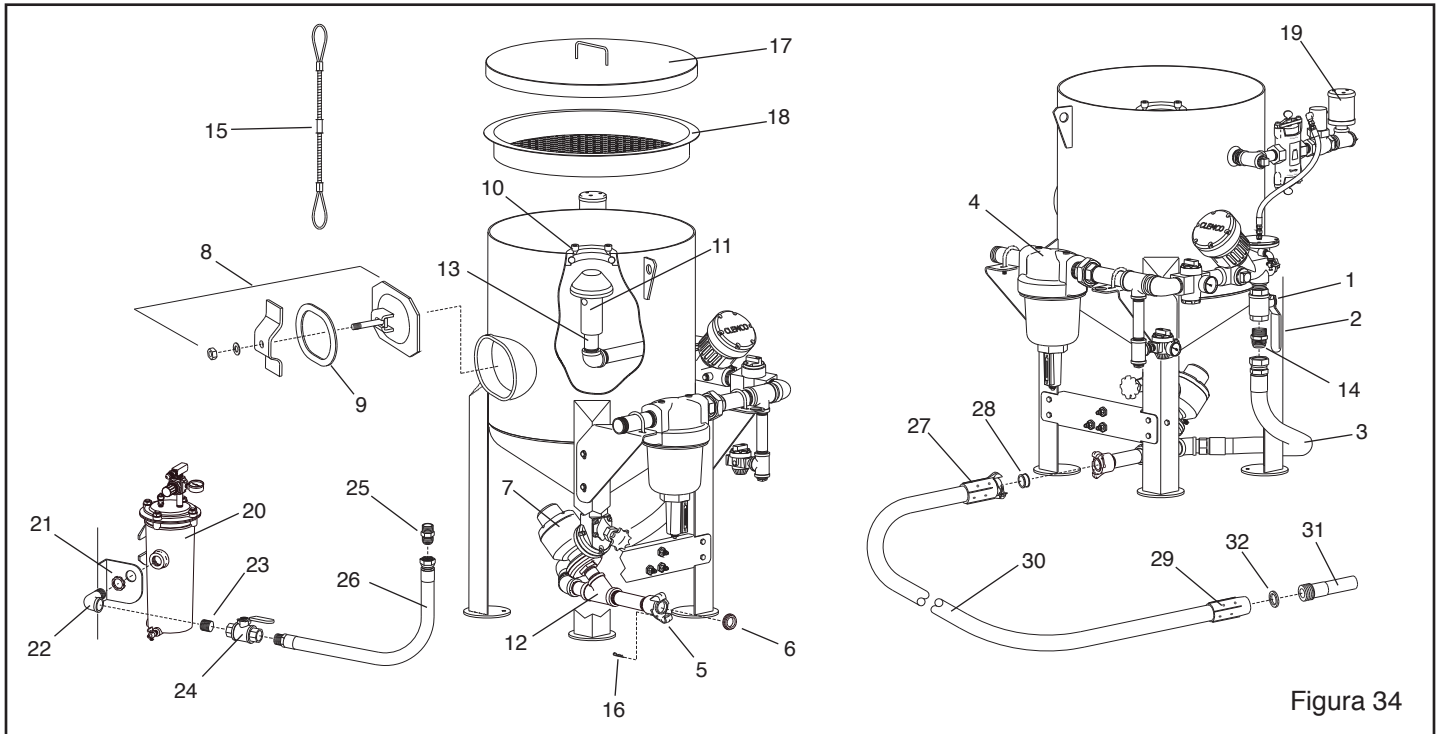

Figura 34
9.1 Máquina de chorreado y accesorios Figura 34